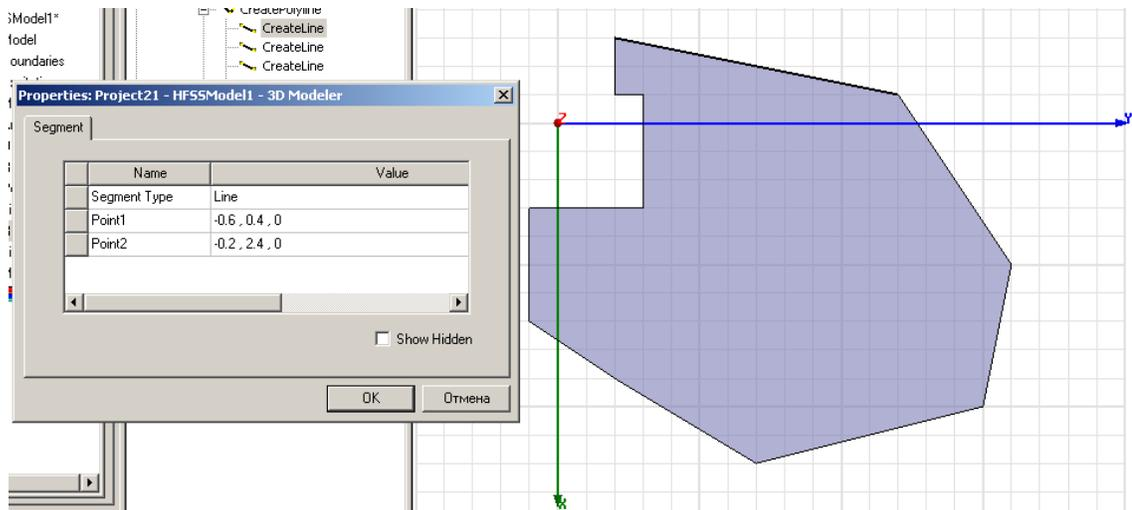

Рис. 3.8. Создание многоугольника с помощью несколько сегментов
Многоугольник, составленный как ломаная линия – это объект, который включает любую комбинацию прямых, дуг, или сегментов сплайна (рис. 3.8). Причем конечная точка одного сегмента служит начальной точкой следующего. Чтобы переключиться между прямой линией, дугой, или сегментами сплайна, используйте команды **Set Edge Type** в выплывающем меню. Для черчения многоугольника:
6. Завершить ломаную линию можно, дважды щелкая конечную точку последнего сегмента, либо щелкнув **Done** в выплывающем меню (рис. 3.8).